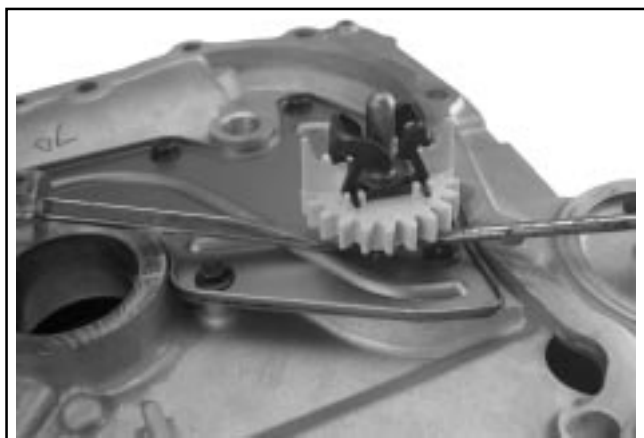

Figure 8-37. Dépose du réducteur du régulateur.
1. Retirer le réducteur du régulateur et la goupille de régulation. Plier prudemment vers le haut en utilisant la lame de deux tournevis. Voir la Figure 8-37.